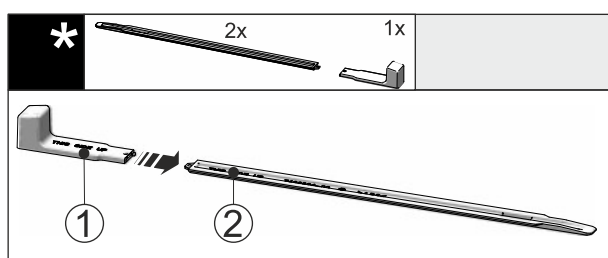

Fig. 46
- Monter la poignée de montage Fig. 46 (1) dans le rail de nivellement Fig. 46 (2).